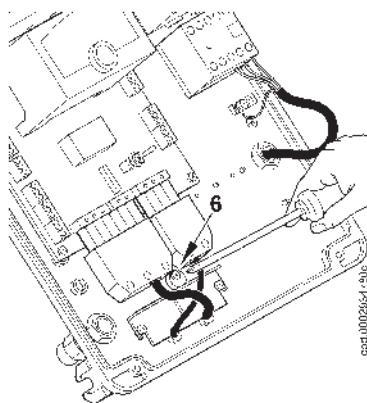

Рисунок 3
- 3) Поместите кабельный зажим, как указано на рис. 3. Поверните эксцентрик (6) так, чтобы пластиинка зажима оказала должное давление надвдва кабеля, теперь можно затянуть винты, фиксирующие пластиинку зажима. Наконец, соедините два разъёма 7-ми и 4-штырьковый.